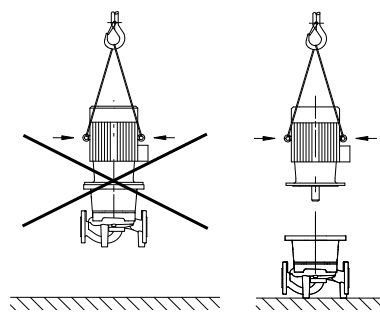

图 20 : 运输电机
- 电机上的吊孔仅用于承载电机重量，不得用于承载整个水泵（图 20）。